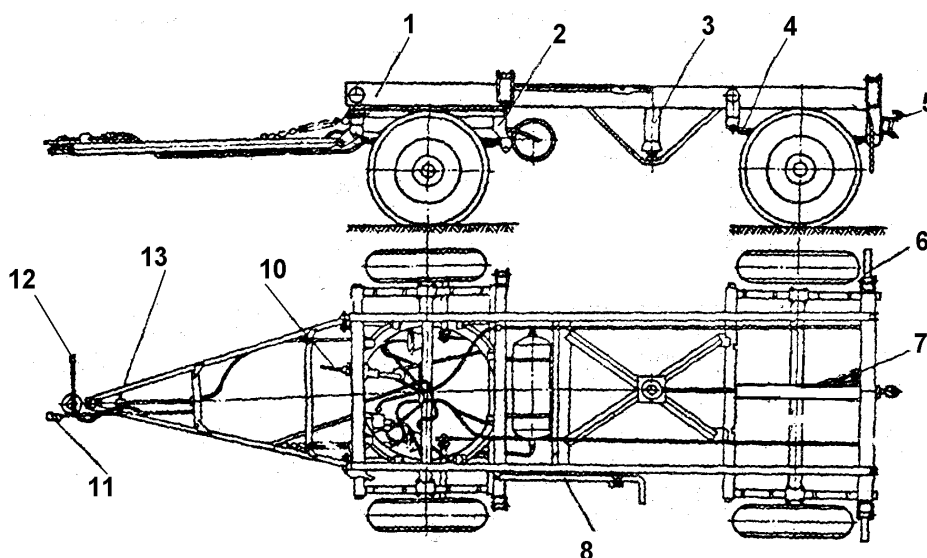

Рис. 2. Шасси:
4.1. **Шасси** (рис. 2). Шасси предназначено для установки на нем платформы. В